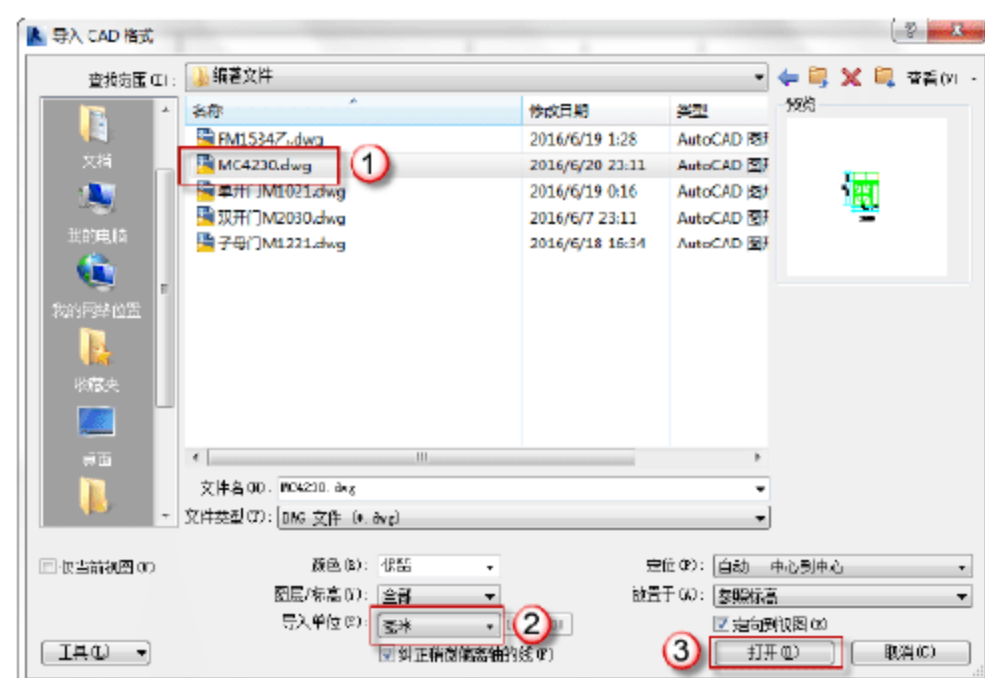

图 6.3.8 导入“MC2430.dwg”文件
(7) 导入 CAD 图形。选择“插入”→“导入 CAD”命令，弹出“导入 CAD 格式”对话框，选择“MC2430.dwg”文件，将“导入单位”改为“毫米”，单击“打开”按钮，如图 6.3.8 所示。